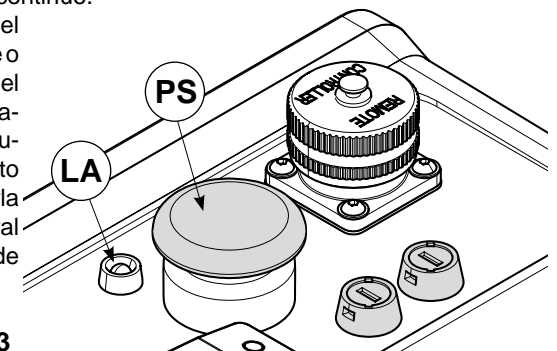

FIG. 3
- *En caso de necesidad, apretar a fondo el botón mecánico de descarga (PS) Fig. 3 situado sobre la bomba al fin de obtener el retorno del aceite en el depósito independientemente del estado de la red eléctrica.*
La bomba está equipada con un sistema de diagnóstico; el encendido del led amarillo (LA) Fig. 3 señala eventuales anomalías de funcionamiento **con consiguiente bloqueo de la bomba**.
- EL ENCENDIDO DEL LED AMARILLO señala la intervención de la protección térmica en el interior del motor eléctrico, debido normalmente a un empleo intensivo y prolongado de la bomba. Para restablecer el funcionamiento de la bomba, esperar el enfriamiento del motor por lo tanto apagarla y reenchufarla actuando sobre el interruptor general (IG).